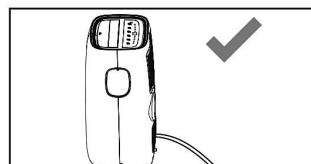
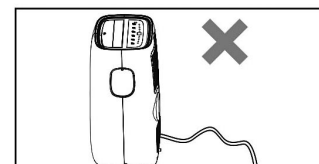

Fig. 19
Fig. 20
- Assurez-vous que la hauteur du drain et de la section du tuyau de drainage ne dépasse pas celle de la sortie du drain, sinon la vidange continue risque de ne pas fonctionner correctement. (Fig. 19 et Fig. 20).